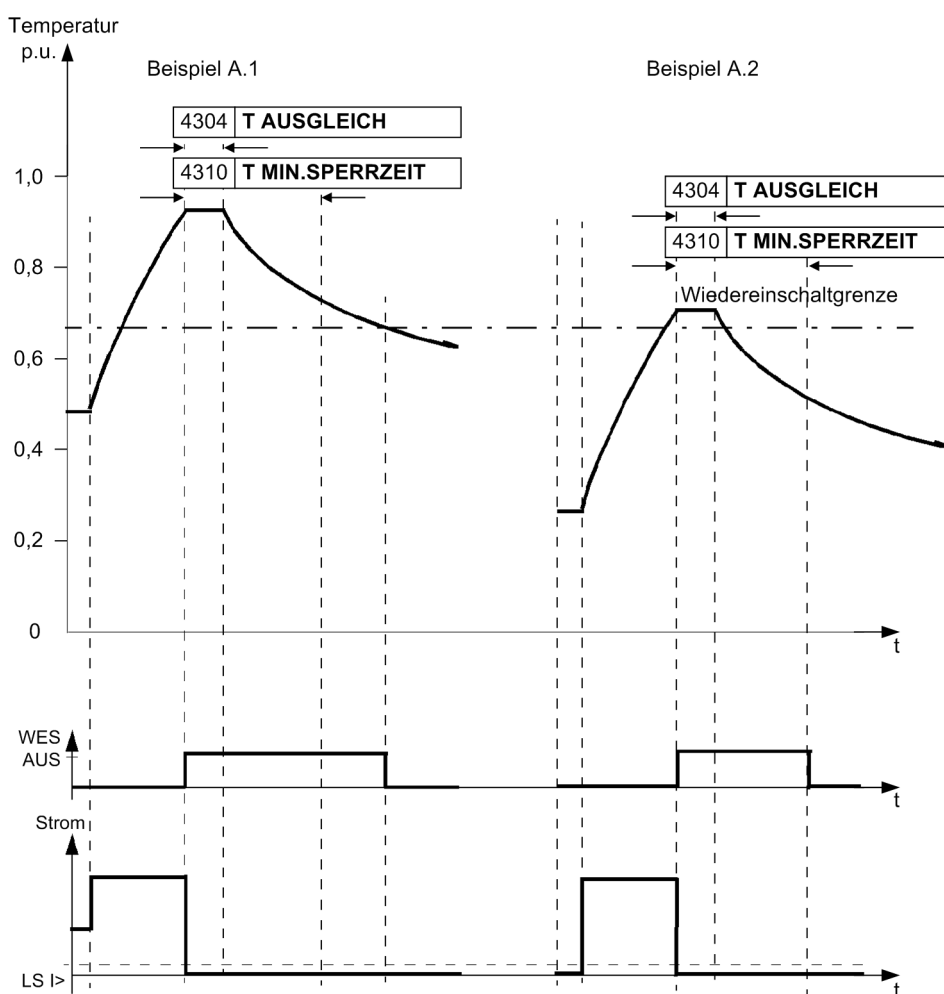

Bild 2-38 Anläufe gemäß der Beispiele B.1 und B.2
1. Die Maschine wird aus dem Lastbetrieb heraus durch einen Anlauf in den Bereich weit oberhalb der thermischen Wiedereinschaltgrenze gebracht und abgeschaltet. Mindestsperrzeit und Ausgleichszeit werden gestartet und „WES AUS“ gemeldet. Der thermische Abkühlvorgang bis zum Unterschreiten der Wiedereinschaltgrenze dauert länger als  $4310 T_{MIN.SPERRZEIT}$  und  $4304 T_{AUSGLEICH}$ , so dass die Dauer bis zum Unterschreiten der thermischen Schwelle zeitbestimmend für die Rücknahme der Meldung „WES AUS“ ist. Während der Ablaufzeit der Ausgleichszeit bleibt das thermische Modell „eingefroren“ (siehe Bild 2-38, links).
2. Die Maschine wird aus dem Lastbetrieb heraus durch einen Anlauf in den Bereich knapp oberhalb der thermischen Wiedereinschaltgrenze gebracht und abgeschaltet. Mindestsperrzeit und Ausgleichszeit werden gestartet und „WES AUS“ gemeldet. Obwohl die Wiedereinschaltgrenze schon bald unterschritten wird, bleibt die Sperrzeit „WES AUS“ bestehen, bis Ausgleichszeit und Mindestsperrzeit abgelaufen sind (siehe Bild 2-38, rechts).